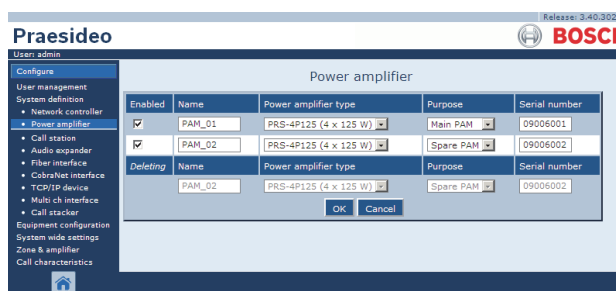

figura 43.10: Cancellazione di un amplificatore di potenza, passaggio 3
- 3 Fare clic sul pulsante *Delete*. Nella cornice principale dell'interfaccia web, appare una schermata simile a quella in figura 43.10.